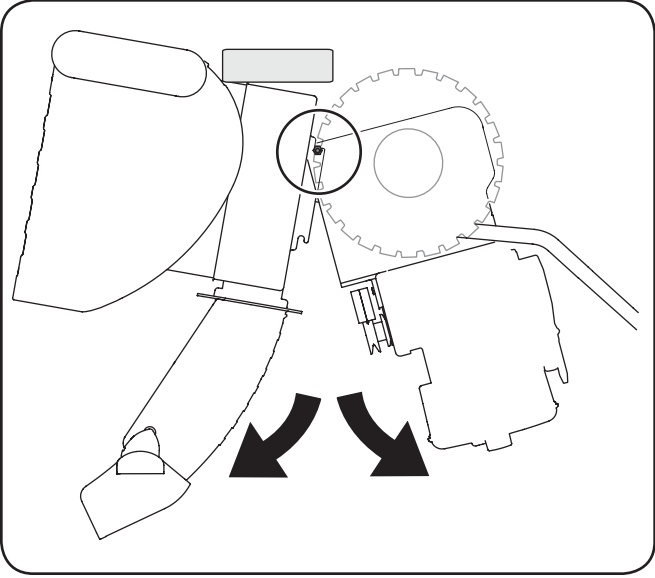

Figure 7-7
5. Placez une cale en bois sous l'habitacle de la tarrière, comme à la Figure 7-7 et séparez l'habitacle de la tarrière tirant sur les poignées.
- b. Dégagez le support du frein de la gorge de la poulie et libérez la poulie des taquets de la courroie usagée. Voir la Figure 7-7.